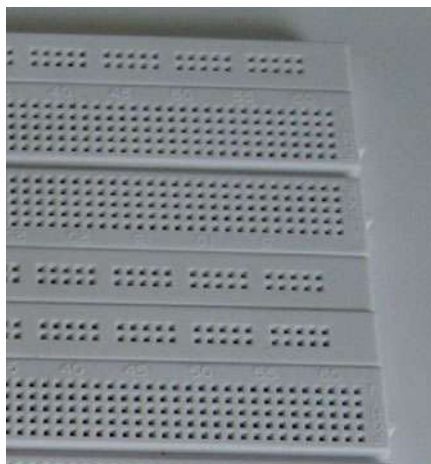

Bild 2: Auf einem Testboard lässt sich ein Schaltungsentwurf schnell aufbauen und testen.
- Steckboard mit Kabeln, um kleinere Schaltungen testweise aufzubauen (Bild 2). Da die Schaltungen oft nur wenige Widerstände und eventuell Transistoren umfassen, genügt hier meist ein kleineres Exemplar